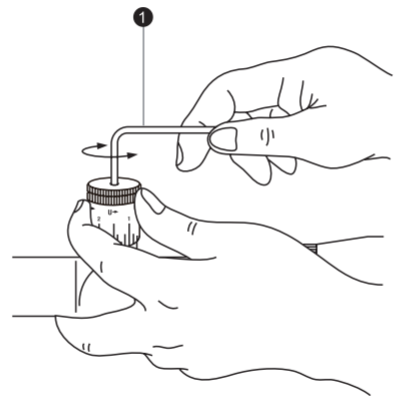

Рис. 3-7
Зажмите кольцо регулировки/кольцо с удобным захватом пальцами (во избежание смещения отрегулированного кольца со шкалой), и с помощью прилагаемого шестигранного ключа поворачивайте винт в верхней части кольца регулировки/кольца с удобным захватом против часовой стрелки (1) до полного выхода винта. Затем снимите кольцо регулировки/кольцо с удобным захватом (рис. 3-7).